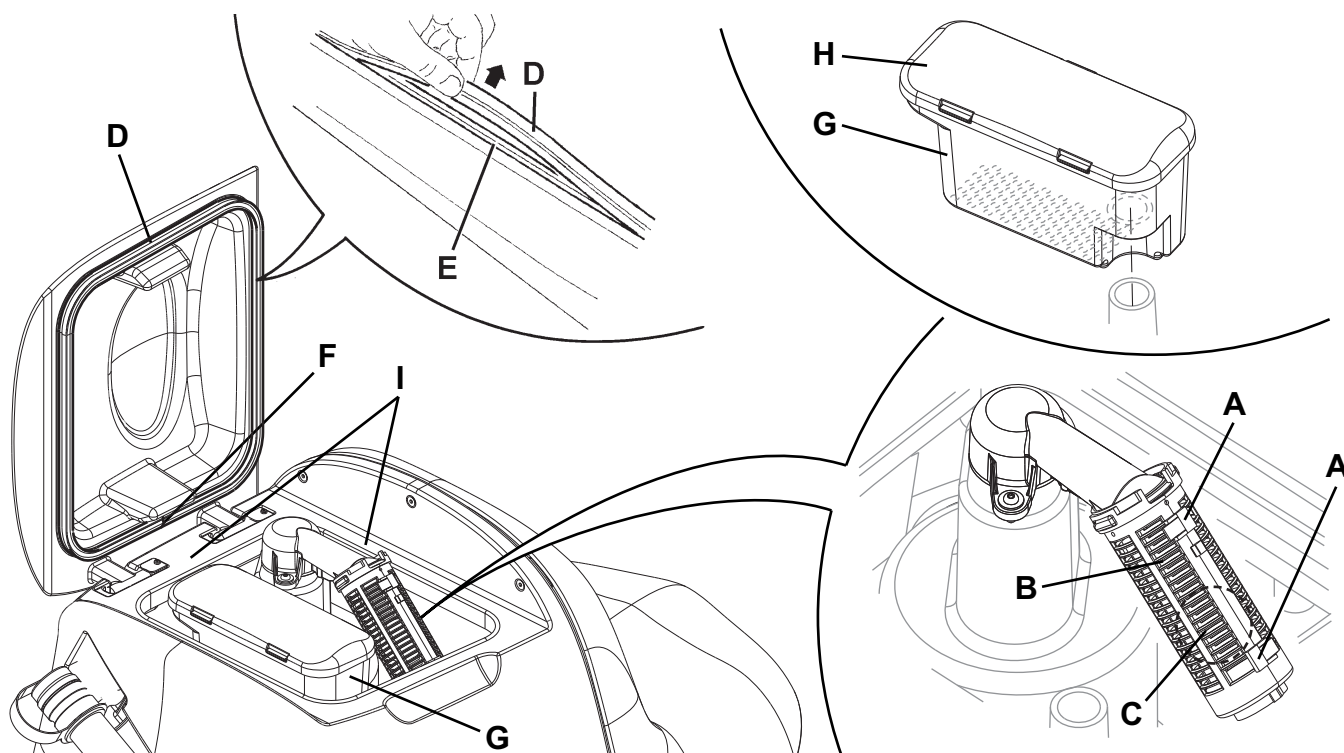

Figure 8
2. Positionner la clé de contact (58) sur "0".
3. Sur les deux côtés de la machine, desserrer le pommeau (A, Fig. 8) et enlever les groupes volets latéraux (B).
5. Contrôler si le bord inférieur (C) des volets :
- a l'arête intérieure (D) non usée ;